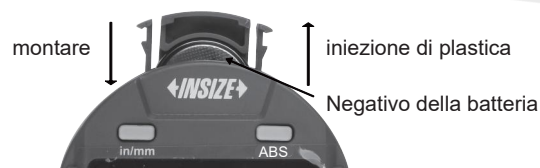

Fig.1
1. Rimuovere e installare la batteria (CR2032) con il terminale negativo rivolto verso l'esterno (Fig.1).